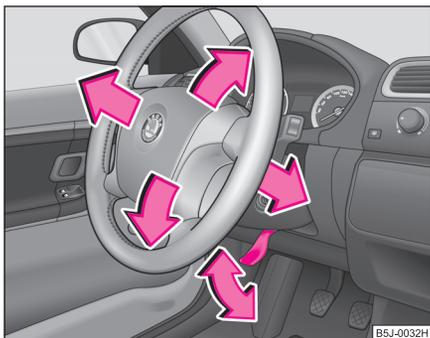

Fig. 99 Volante regulable: Palanca bajo la columna de dirección
- Gire la palanca situada bajo la columna de dirección ⇒ fig. 99 hacia abajo ⇒ ⚠.